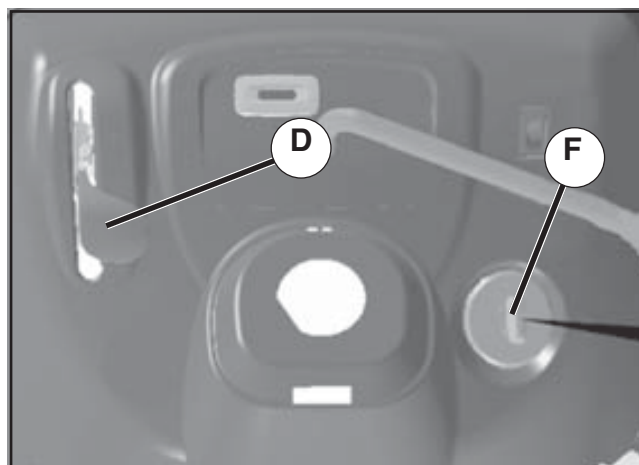

Fig. 6
USO DO CONTROLE DE ACELERAÇÃO (D) (Vide Fig. 6)